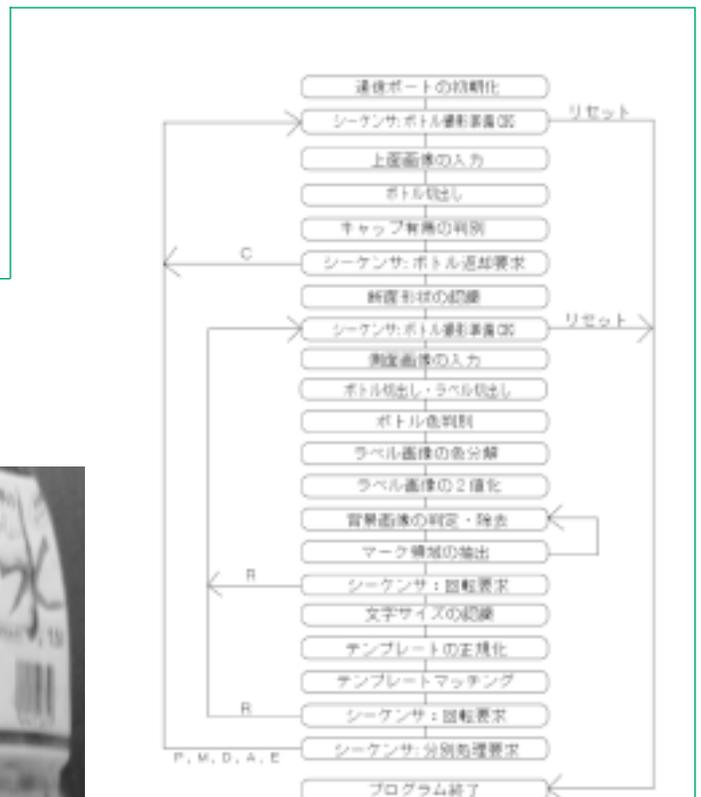

Fig.2:画像処理アルゴリズム
- (1) ボトル画像の撮影:側面画像と上面画像をカラーRGB形式で撮影。(Fig.2 a)
- (2) ボトルおよびラベル画像切出し:画像サイズを小さくし処理時間を短縮するために、背景色部(黒)とボトル色部を除去。(同(b))
- (3) キャップ有無の判別:上面画像のキャップ位置の輝度情報により判別。
- (4) ボトル色の認識:ラベル画像切出し時のボトル色部から認識。
- (5) ラベル画像の平面化:角型、丸型の形状を平面展開した画像に変換し、ボトル形状による画像の歪みを補正。(同(c))
- (6) ラベル画像の色分解:均等知覚色空間内でいくつかの色にクラスタリング。